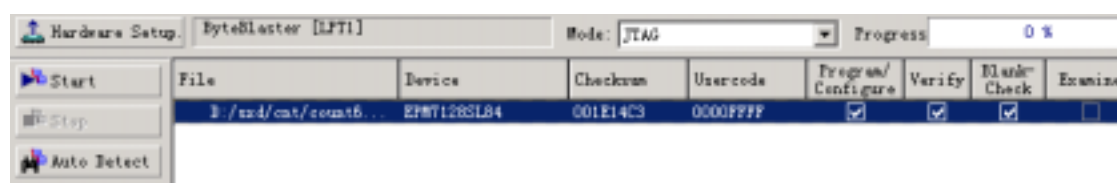

图 2-26 下载
(4) 下载。将图 2-26 中的 Program/Configure、Verify、Blank-Check 下的小方框选中(打)，然后按 Start 开始编程。